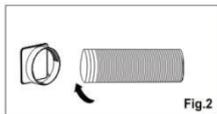

Fig.2
1. ขยายด้านใดด้านหนึ่งของท่อ (รูป Fig. 1) และหมุนฝาครอบเข้ากับส่วนท่อ (รูป Fig.2)